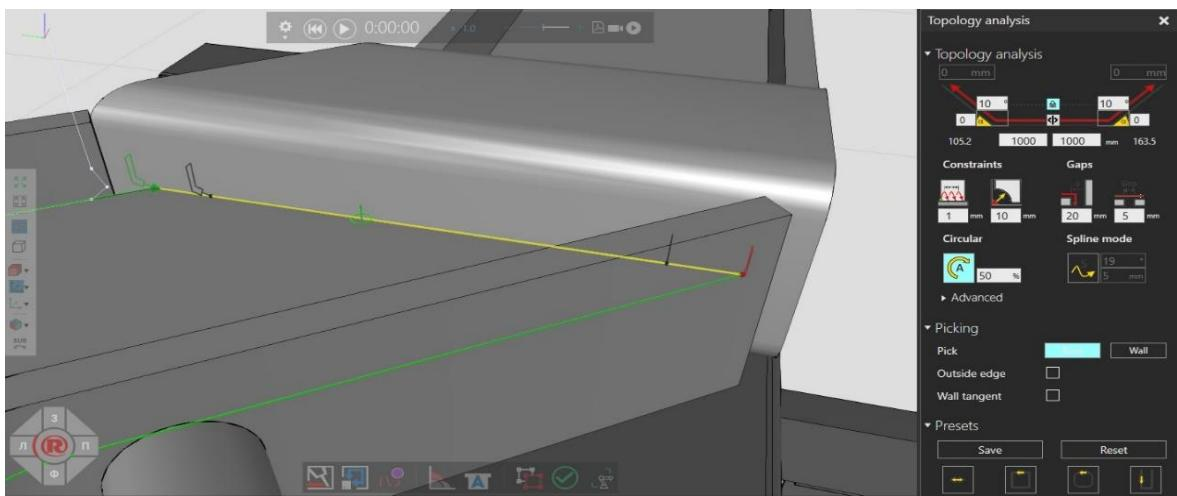

Рисунок 20 – Начало и конец сварочного шва
5. Зеленая стрелка указывает на начало сварного шва, а красная стрелка указывает на конец сварного шва (рис.20). Если поверхность подбора направлена к левому краю шва, то это будет начальным направлением шва, и наоборот.